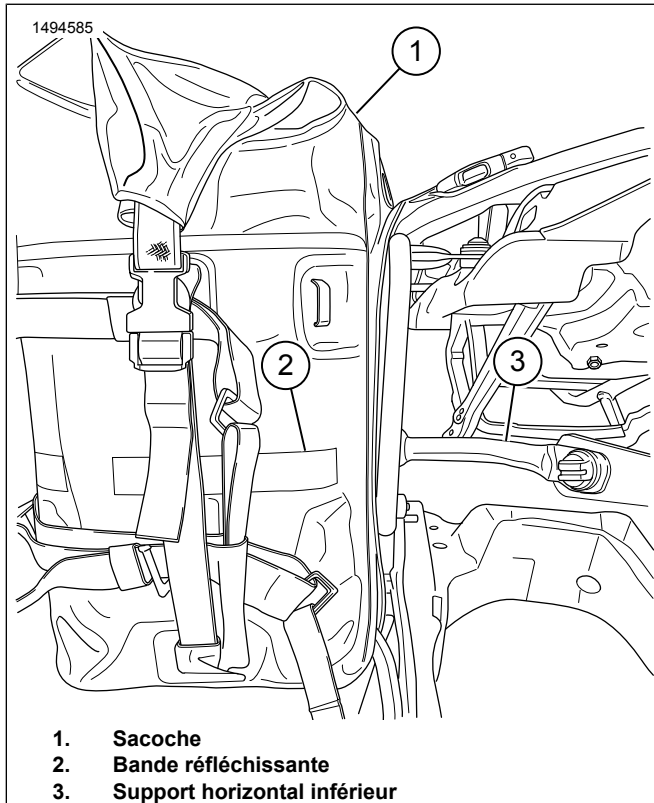

Figure 4. Installation de la sacoché
5. Figure 4 Alignez la bande réfléchissante (2) de la sacoche avec le support horizontal inférieur (3). Ajustez les sangles au besoin.